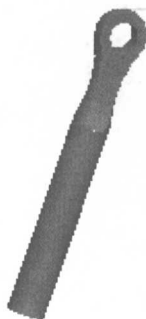
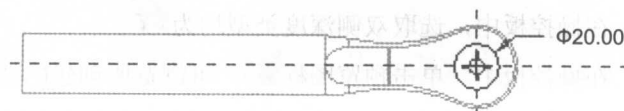

图 1.1.8
图 1.1.9
(1) 选择下拉菜单 **编辑(E)** → **特征操作(O)** 命令。
(2) 在菜单管理器中选择 **Copy (复制)** 命令。
(3) 在菜单管理器中选取 **Mirror (镜像)** → **Select (选取)** → **Independent (独立)** → **Done (完成)** 命令。
(4) 选择 **Select (选取)** 命令，再选择要镜像复制的特征——上一步创建的切削特征，然后单击选择窗口中的 **确定** 按钮，选择菜单管理器中的 **Done (完成)** 命令。
(5) 选择 **Plane (平面)** 命令，再选择 TOP 基准面为镜像中心平面，选择 **Done (完成)** 命令。
Step6. 添加如图 1.1.8 所示的零件特征——切削特征，相关操作如下。
(1) 直接单击拉伸命令图标 ，在出现的操控板中确认“实体”类型图标  被按下，并单击去除材料图标 。
(2) 定义草绘截面放置属性：单击操控板中的“草绘”图标 ，进入草绘截面放置属性定义窗口，草绘平面为 TOP 面；参考平面为 RIGHT 基准面，草绘平面的参考方位是“右”。
(3) 单击草绘截面放置属性定义窗口中的 **草绘** 按钮。
(4) 进入截面草绘环境后，绘制如图 1.1.9 所示的特征截面。